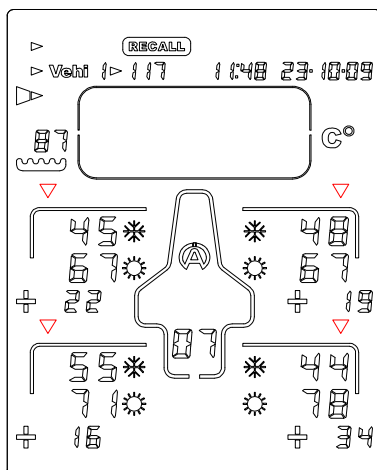

Abbildung 11
- 5) Drücken Sie Taste  oder : Das Tyrecontrol zeigt die 2. Phase der Daten an, d.h. die Außentemperaturen der Reifen, vor  und nach  der Fahrt sowie die Vorher-Nachher-Differenzen (Abbildung 11).